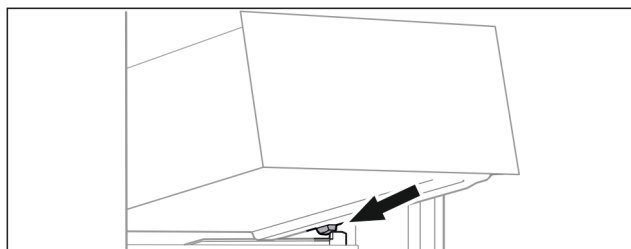

Fig. 35
► Nasadte zásuvku šikmo za zarážkami na rebro nádoby. (pozri Fig. 35)